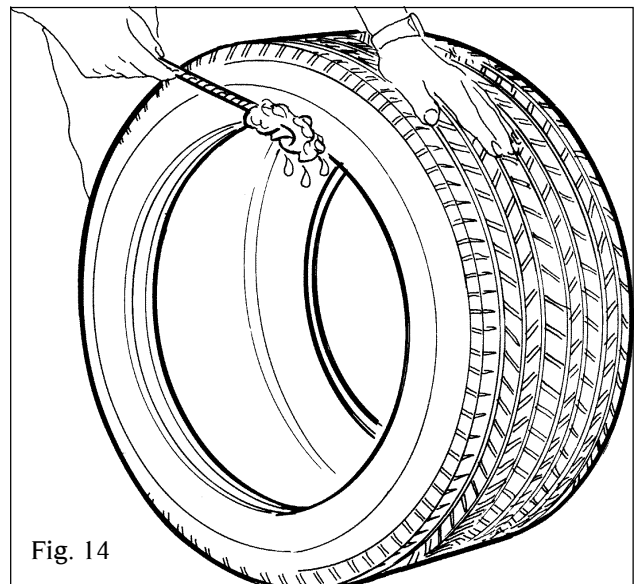

Fig. 14
- ❑ Avant de remonter le pneu, graisser abondamment toute la circonférence des deux talons, en utilisant de la graisse pour caoutchouc agréée par le fabricant du pneu (Fig. 14).